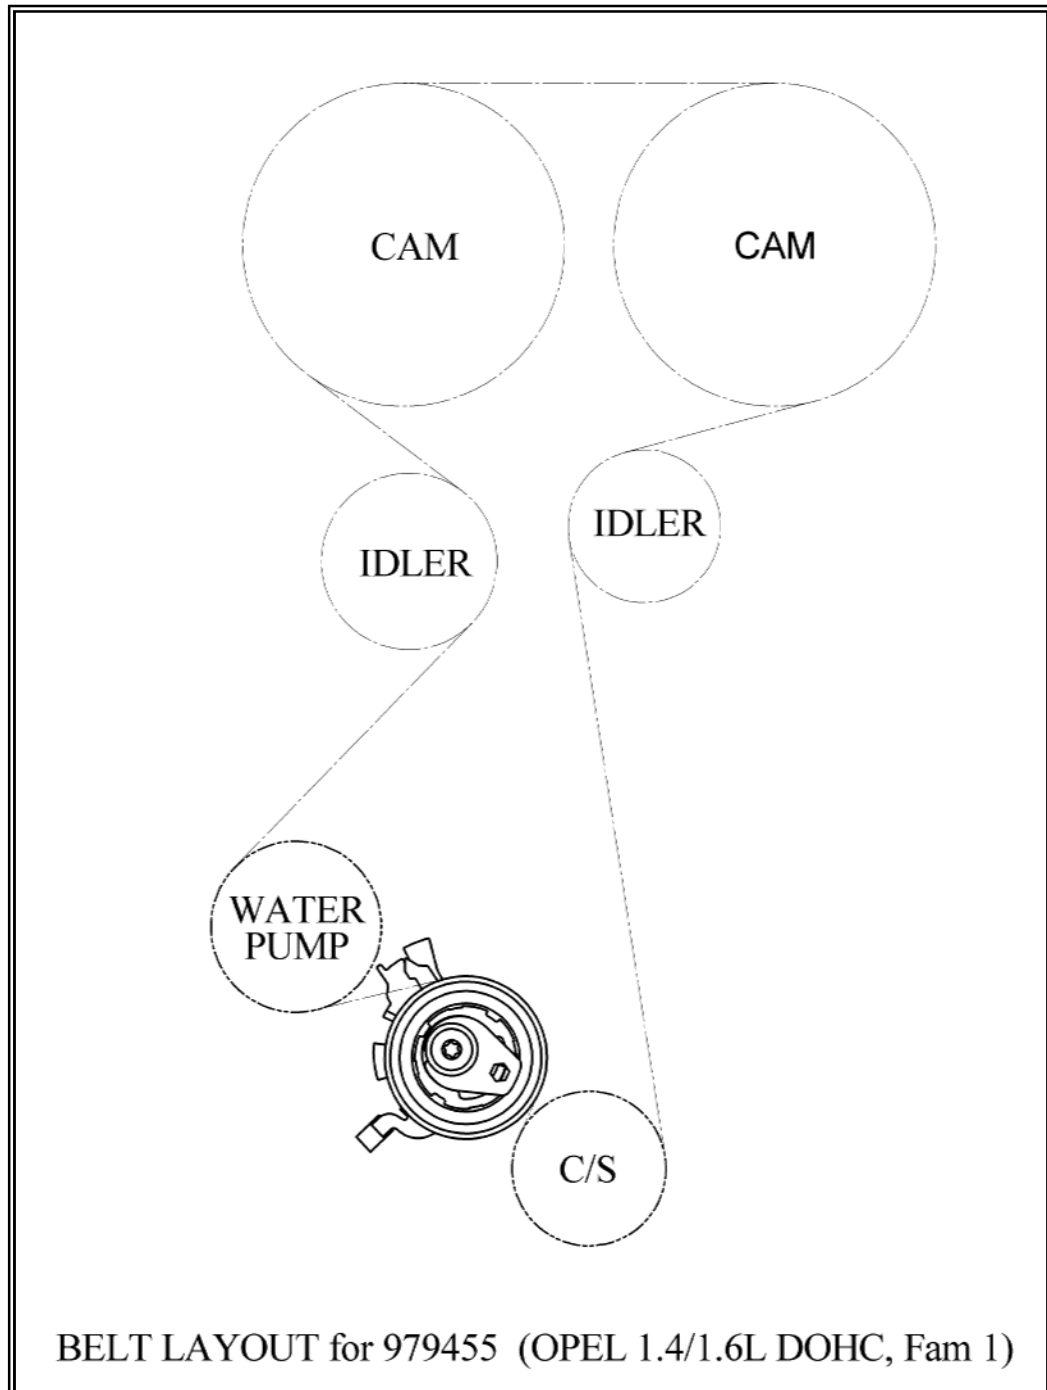

Bild 4: Steuertrieb-Layout 979455
6. Der Zahnriemen wird beginnend an der Kurbelwelle aufgelegt und gegen den Uhrzeigersinn auf die anderen Komponenten aufgelegt, wobei auf einen guten Sitz der Zähne des Riemen in den Zähnen der Zahnräder geachtet werden muß (siehe Bild 4).